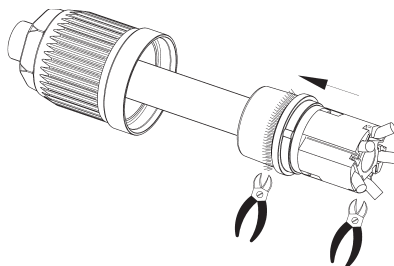

Abbildung 5 / figure 5 / figure 5
6. Führen Sie die Aderenden in den Spleißring ein. Drücken Sie den Spleißring unter Berücksichtigung der Kodierung auf das Schirmelement. Schneiden Sie das überstehende Schirmgeflecht und die Aderenden ab (Abb. 5).
Put the wire ends into the splice element. Push the splice element onto the shielding ring, considering the coding. Cut off any protruding shielding braid and wire ends (Fig. 5).
Placer les fils dans l'élément d'épissage. Pousser l'élément d'épissage sur la bague de blindage et tenir compte de codage. Couper la partie non-utilisée de la tresse de blindage et les bouts de fils (Fig. 5).